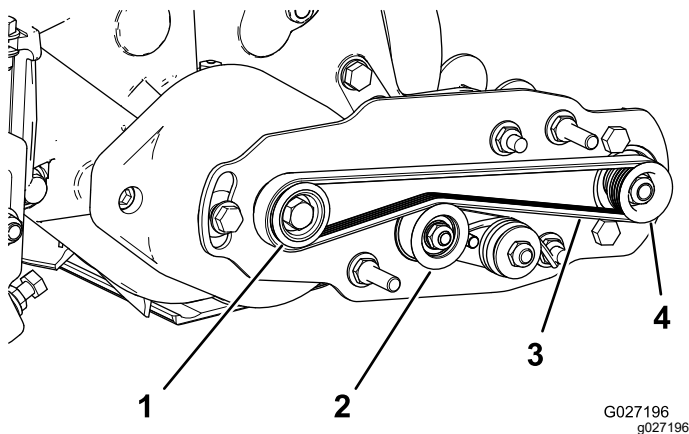

Figure 16
- Passez la courroie autour de la poulie d'entraînement puis sur le dessus de la poulie de tension (Figure 16).